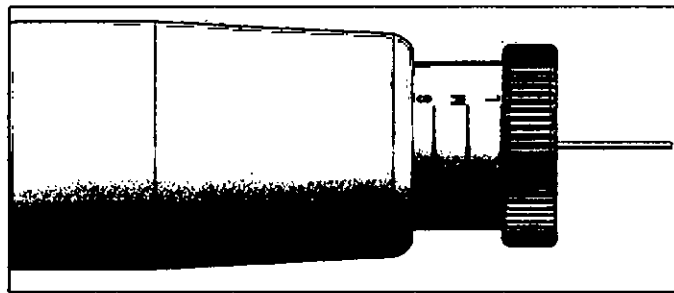

Fig. 6
6. Elegir la profundidad de penetración girando el regulador hasta la posición correspondiente, Fig. 6.